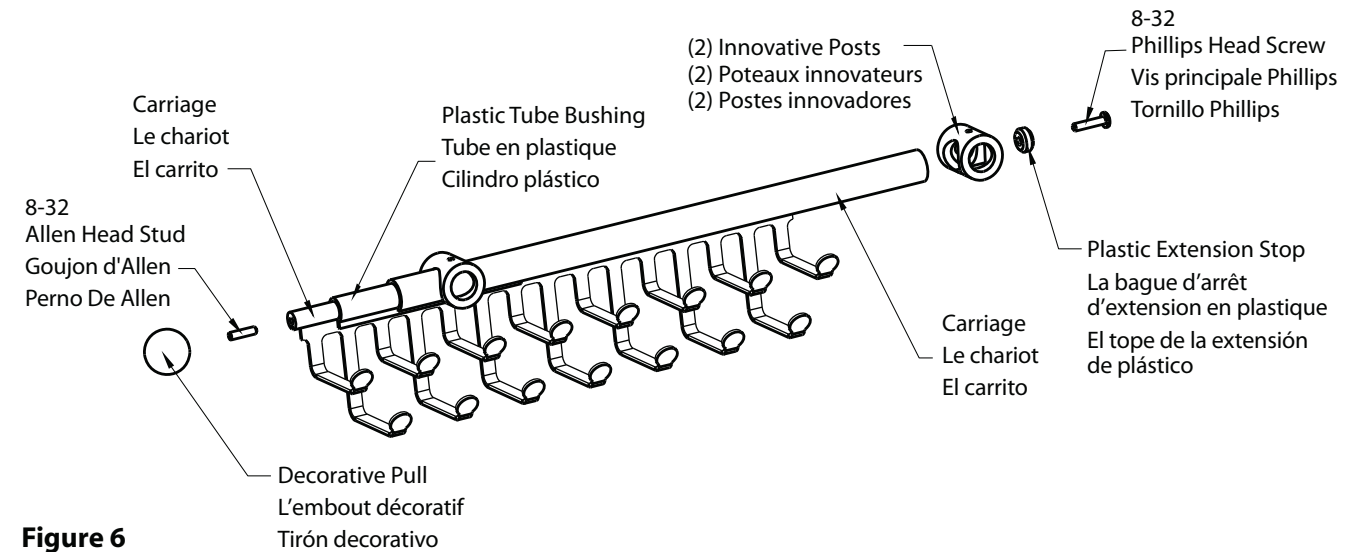

Figure 6
1. Remove the plastic extension stop from the rear of the assembly using a Phillips head screwdriver. The carriage can then be removed from the housing. (Figure 6)
2. Remove the decorative pull from the end of the carriage, unscrewing it by hand, and remove the 8-32 stud with the Allen wrench provided. (Figure 6)
4. Re-insert the carriage into the housing, being sure that the plastic tube bushing is at the same end as the pull. (Figure 6)
5. You can now re-insert the plastic extension stop at the opposite end of the pull. This should ensure the carriage can not travel outside of the housing. (Figure 6)
1. Retirer la bague d'arrêt d'extension en plastique se trouvant à l'arrière de l'assemblage en utilisant un tournevis cruciforme. Le chariot peut être retiré du support. (Figure 6)
2. Enlever l'embout décoratif du bout du chariot, en le dévissant à la main, et retirer le goujon 8-32 avec la clé Allen fournie. (Figure 6)
4. Remettre le chariot dans le support, en s'assurant que le tube en plastique est du même côté que l'embout. (Figure 6)
5. Maintenant, vous pouvez réintroduire la bague d'arrêt d'extension en plastique sur le côté opposé par rapport à l'embout. Cela évite que le chariot sorte du support. (Figure 6)
1. Retire el tope de la extensión de plástico de la parte posterior del conjunto con un destornillador Phillips. Retire el carrito del alojamiento. (Figure 6)
2. Destornille con la mano el tirador decorativo que está en el extremo del carrito para retirarlo y saque el vástago 8-32 con la llave Allen que se incluye. (Figure 6)
4. Vuelva a insertar el carrito en el alojamiento de forma que el cilindro de plástico quede en el mismo extremo que el tirador. (Figure 6)
5. Vuelva a insertar el tope de la extensión de plástico en el extremo opuesto del tirador para evitar que el carrito se salga del alojamiento. (Figure 6)